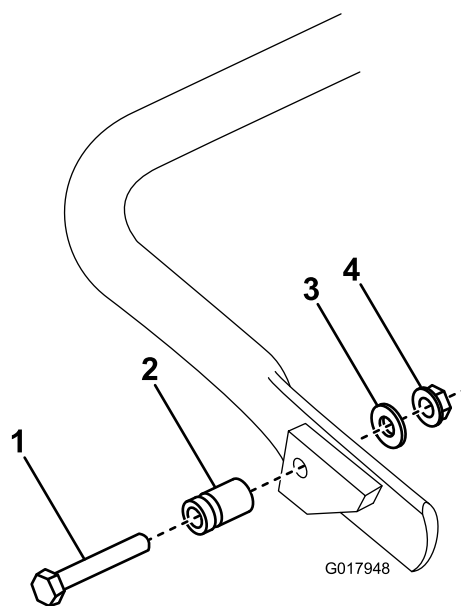

Figura 7
1. **En el modelo 04056 solamente**, conecte el anclaje del muelle al lado derecho del caballete (Figura 7) con el perno, la arandela y la tuerca con arandela prensada suministrados.